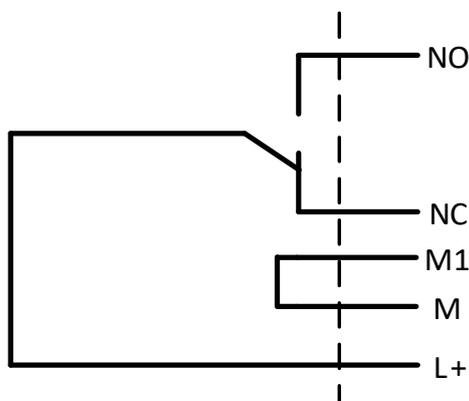

Рисунок 2
2) если осуществляется прием сигнала типа «сухой контакт» с выдачей напряжения L+ от блока (рисунок 2);